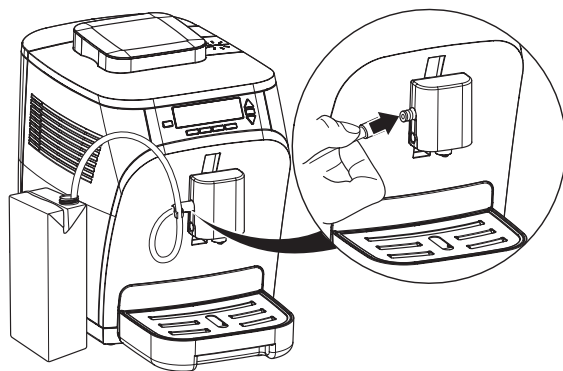

Fig. 6: Raccorder le tuyau à lait
- Branchez le tuyau à lait sur le raccord situé sur la buse café-lait et placez l'autre extrémité du tuyau dans le récipient de lait (Fig. 6), ou raccordez le récipient thermique à la cafetière automatique.